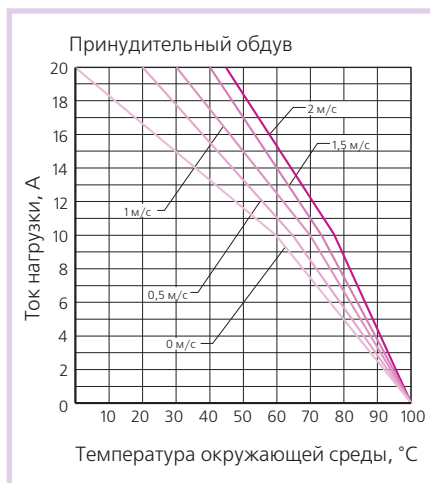

Рис. 22. Зависимость тока нагрузки от температуры окружающей среды и скорости воздушного потока принудительного обдува для преобразователей серии NXA66
- диапазон рабочих температур в условиях естественной конвекции и принудительного охлаждения определяется для требуемых номиналов тока по графику зависимости тока в нагрузке от температуры окружающей среды и скорости воздушного потока (рис. 22);